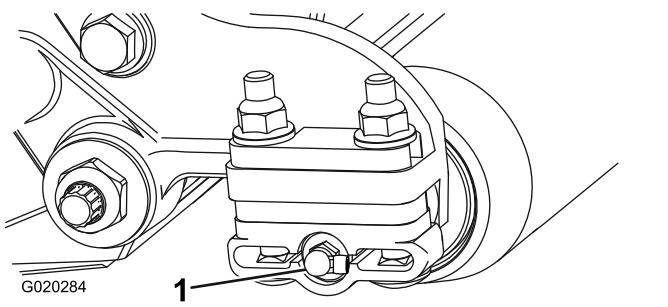

Figura 3
- Retire o bocal de lubrificação reto na frente da placa lateral e instale o bocal de lubrificação de 90° no mesmo sítio (Figura 3).